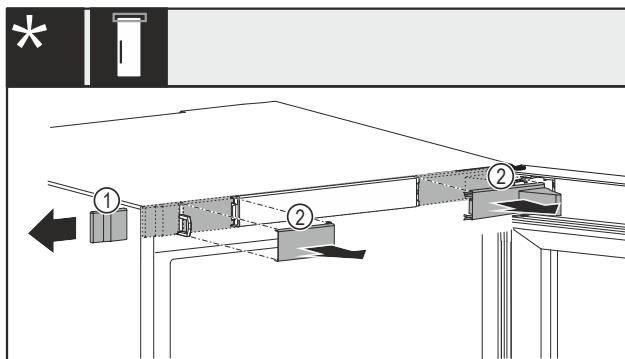

Fig. 12 Con candado mecánico o eléctrico\*
- Retire con cuidado la cubierta Fig. 12 (1) lateralmente.\*
► Retire con cuidado las cubiertas Fig. 12 (2) hacia delante.\*